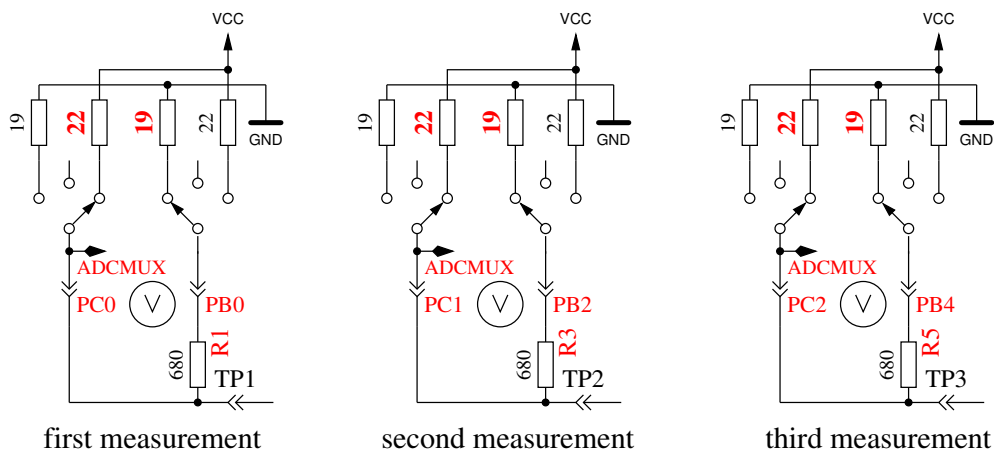

Abbildung 5.34: Messung des Innenwiderstandes des auf VCC geschalteten Port C Ausgängen.
8. **Messung des Innenwiderstandes von auf VCC geschalteten Port Ausgängen.** Der benötigte Strom wird von auf GND geschalteten 680Ω Widerständen geliefert. Der Text in der ersten LCD Zeile ist „Ri.Hi= (mV)“, wenn keine AUTO\_CAL Option gesetzt ist. Mit gesetzter AUTO\_CAL Option wird nur „Ri.Hi=“ ausgegeben. In der zweiten Zeile des LCDs werden drei Spannungswerte angezeigt als Differenz zu VCC. Es ist die gleiche Messung wie die in Test 7 zur anderen Seite, wie in Abbildung 5.34 gezeigt wird. Mit folgenden Schritten können Sie den Innenwiderstand selbst berechnen: Um den Strom zu berechnen:  $(5001 - (\text{Ergebnis von Test 7}) - (\text{Ergebnis von Test 8})) / 680$ . Sie können beide Widerstandswerte erhalten, indem Sie die jeweilige Spannung (Ergebnisse von Test 7 oder Test 8) durch diesen Strom dividieren. Wenn die AUTO\_CAL Option gewählt wurde und der vorige und dieser Test achtmal wiederholt wurden, wird der Mittelwert der Innenwiderstände der Ausgabe-Ports im EEprom festgehalten. Das Ergebnis für diesen Test wird dann in Zeile 1 in  $d\Omega$  angezeigt, der letzte Wert der Zeile 2 ist dann das Ergebnis für den vorigen Test (auf GND geschaltet). Diese Werte stehen dann für weitere Messungen zur Verfügung.